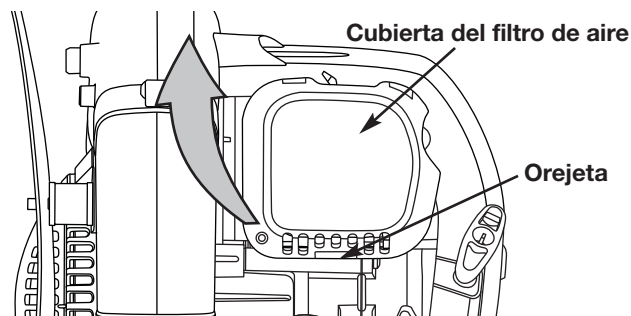

Fig. 23
1. Abra la cubierta del filtro de aire. Empuje hacia adentro la orejeta del lado derecho de la cubierta, y extraiga la cubierta del filtro de aire hacia afuera y hacia la izquierda (Fig. 23).
7. Vuelva a instalar la cubierta del filtro de aire. Coloque los ganchos del lado derecha de la cubierta del filtro de aire en las ranuras del lado derecha de la placa posterior (Figs. 23 y 24).